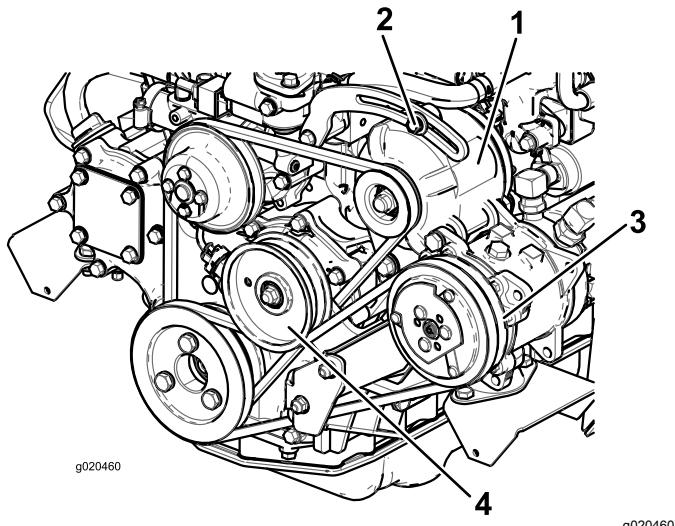

Figura 101
Se a deslocação obtida não for igual a 10 mm, deve desapertar os parafusos de montagem do alternador (Figura 101).
Verifique o estado e a tensão da correia (Figura 101) após cada 100 horas de funcionamento.
- Se o desvio obtido não for igual 10 mm, deverá libertar o parafuso de montagem da polia intermédia (Figura 101). Aumente ou diminua a tensão da correia do compressor e aperte o parafuso. Verifique uma vez mais a deslocação da correia para se certificar de que a tensão está correta.